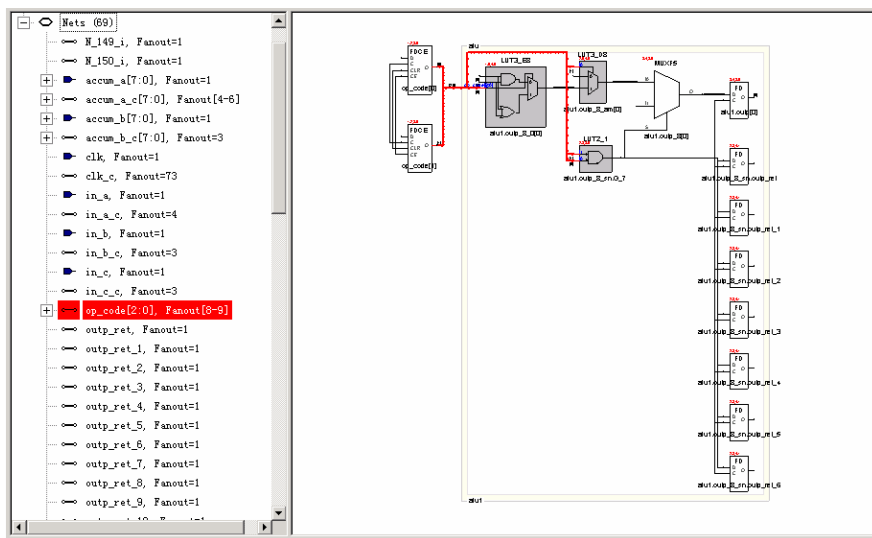

图4-53 输入信号“op_code”到输出“result”之间的路径
2. 保存设置后, 单击 **Generate** 按钮则自动产生起点到终点间的路径结构图, 如图 4-53 所示。